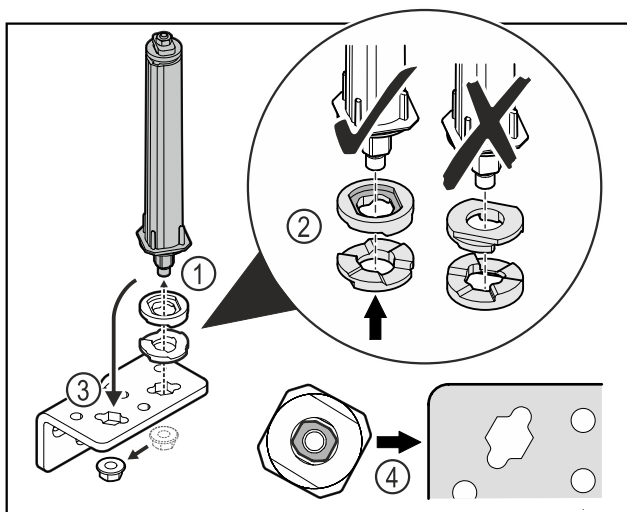

Fig. 47
- ▶ Lironi dadon dhe hiqni sistemin e mbylljes së derës Fig. 47 (1).
- ▶ Bëni kujdes për orientimin e saktë të rondelave të rregullimit të lartësisë Fig. 47 (2).
- ▶ Ktheni sistemin e mbylljes së derës në profilit e menteshës në anën tjetër dhe shtërngojeni atë me dado Fig. 47 (3).
- ▶ Gjatë vendosjes, bëni kujdes për orientimin e saktë të sistemit të mbylljes së derës Fig. 47 (4).